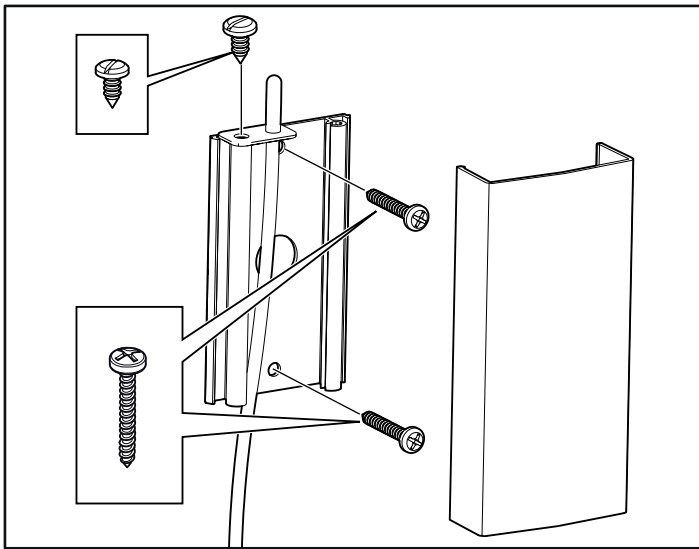
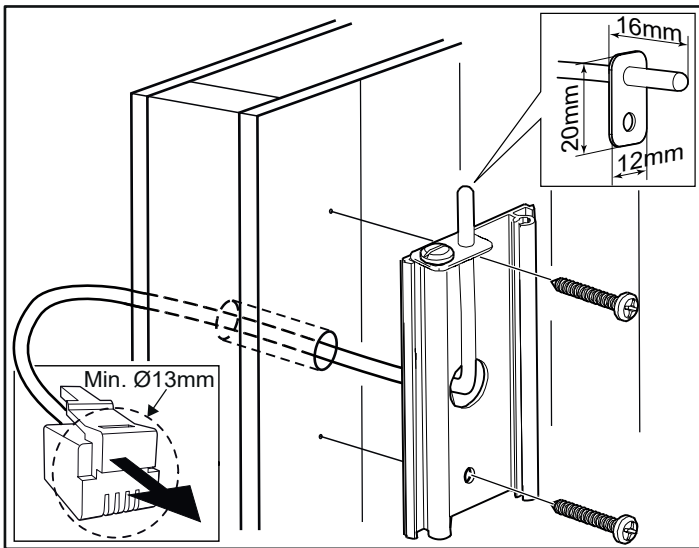

Fig 15: Montering av sensor
Fig 16: Ledningsdragnings genom vägg.
13. Montera sensorn på väggen se Fig 15. Termistorledningen kan även dras igenom väggen. Täta eventuella hål i väggen bakom sensorn, se Fig 16. Termistorledningen kan förlängas utanför bastun med svagströmsledning (2-ledare).